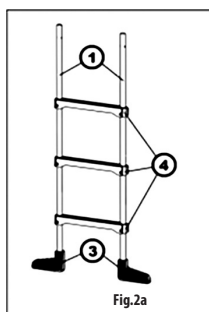
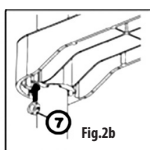
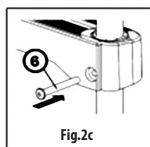

Fig. 2a
Fig. 2b
Fig. 2c
Tryck fästsamtliga plaststeg (4) mot de båda ben (Fig. 2a). Se till att alla steg är riktade åt rätt håll. Flytta steg så att skruvhålen passar in med hålen på ben. Sätt muttern (7) i spår (Fig. 2b) underifrån på stegen och skruv ihop steg med skruvar (6) (fig. 2c).